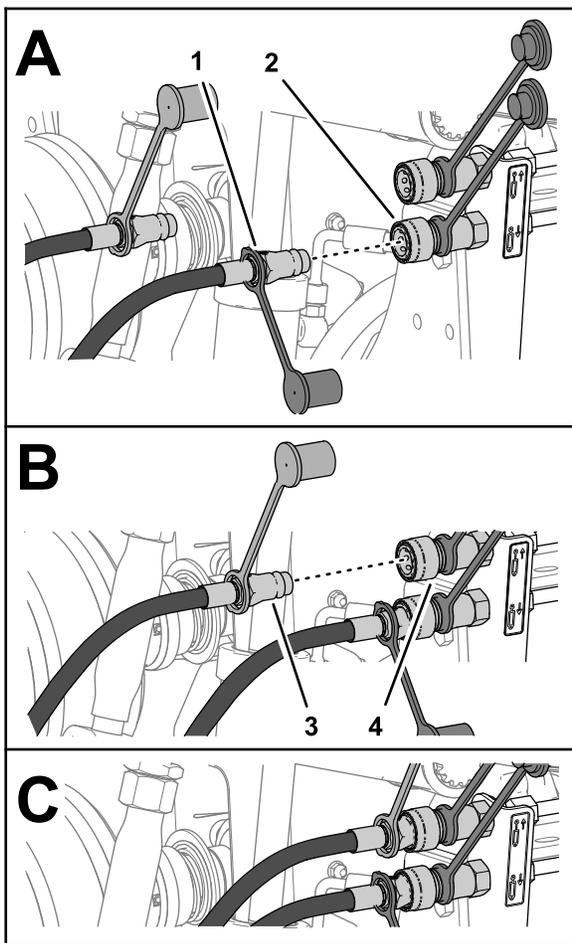

図 27
4. シリンダ伸長用ホースのクイックコネクフィッティングを後部アタッチメント下降用回路のクイックディスコネクカップリングに接続する 図 27。